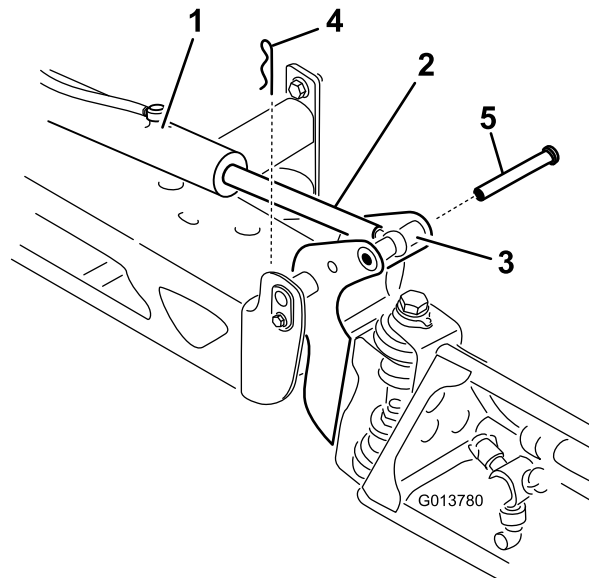

Figura 47
7. Enquanto segura na rampa, insira o pino através tanto da articulação da rampa como da barra do acionador (Figura 47).
2. Retire o perno de gancho do pino de articulação (Figura 47).
3. Levante a rampa e retire o pino (Figura 47). Faça descer lentamente a rampa até ao solo.